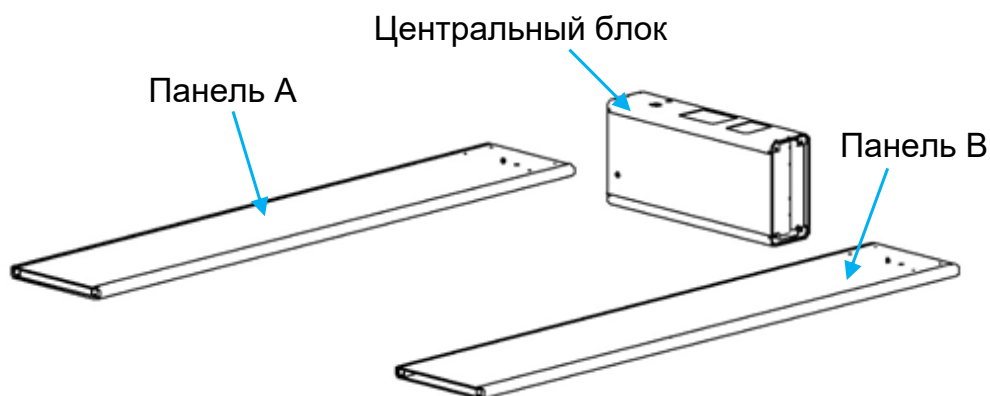

Рисунок 6
- установить центральный блок на основание в положение индикаторами вверх (рисунок 6);
- расположить боковые панели справа и слева от центрального блока в соответствии с маркировкой на верхних торцах (А – слева от блока, В – справа от блока) (рисунок 6);